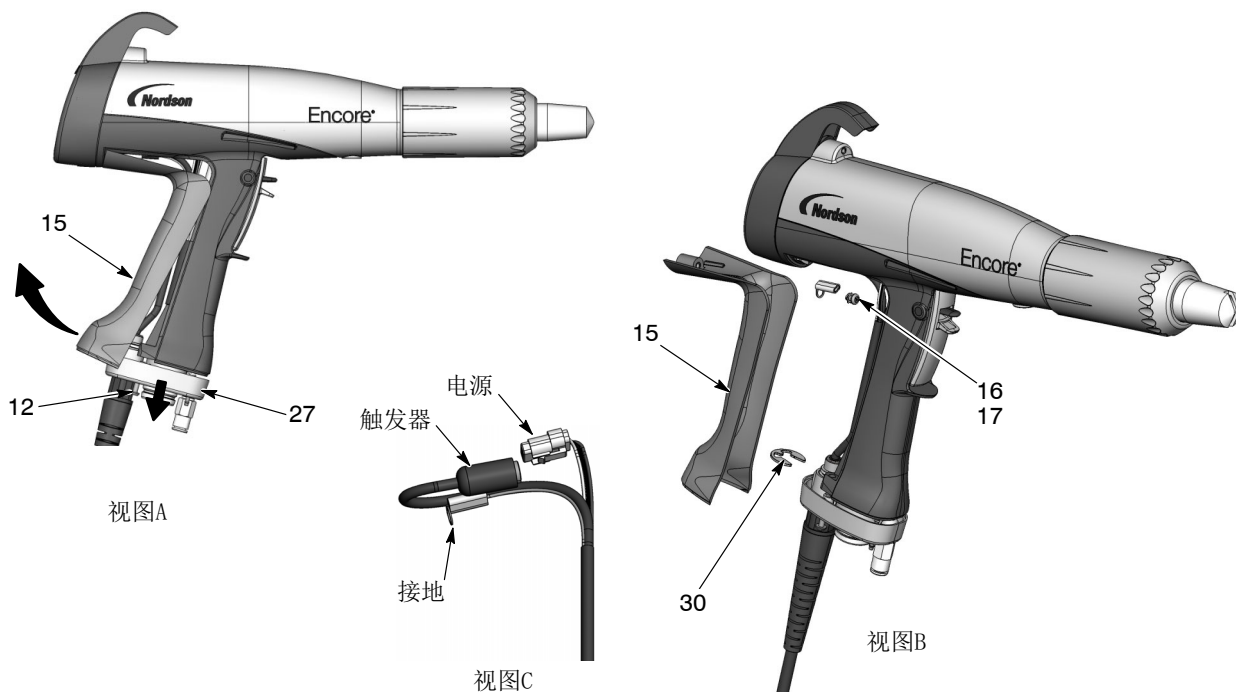

图 6 - 6 更换电缆
7. 从电缆上拆下 E 形圈 (30)。
8. 请参见图 6 - 6，视图 C。将电缆连接器从手柄中拉出。在电源线束连接器的插槽中插入一个小号平口螺丝刀以拨开卡扣，将电源线束与喷枪电缆断开。